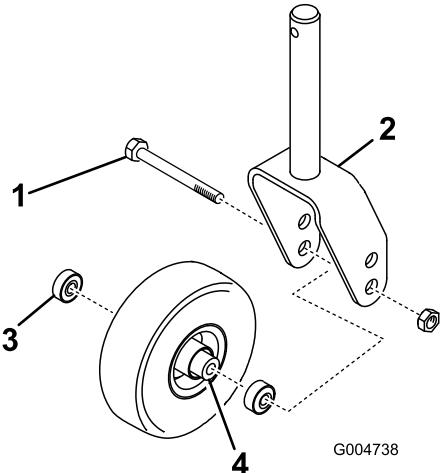

Figura 28
1. Retire la contratuerca del perno que sujetá el conjunto de la rueda giratoria en la horquilla (Figura 28). Sujete la rueda giratoria y retire el perno de la horquilla o del brazo de pivote.
2. Retire el cojinete de la rueda y deje que se caiga el suplemento del cojinete (Figura 28). Retire el cojinete del otro lado de la rueda.